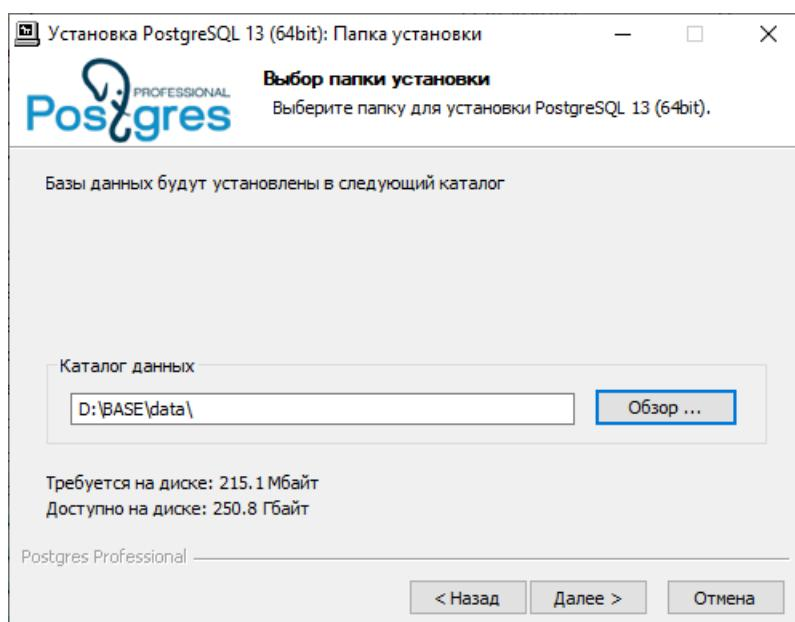

Рисунок 6 - Выбор папки установки БД
7. (!) Выберите папку *data* в специально отведенной директории на выделенном жестком диске для установки БД (в этой директории будет храниться кластер БД системы Redkit), и нажмите **Далее** (Рисунок 6).